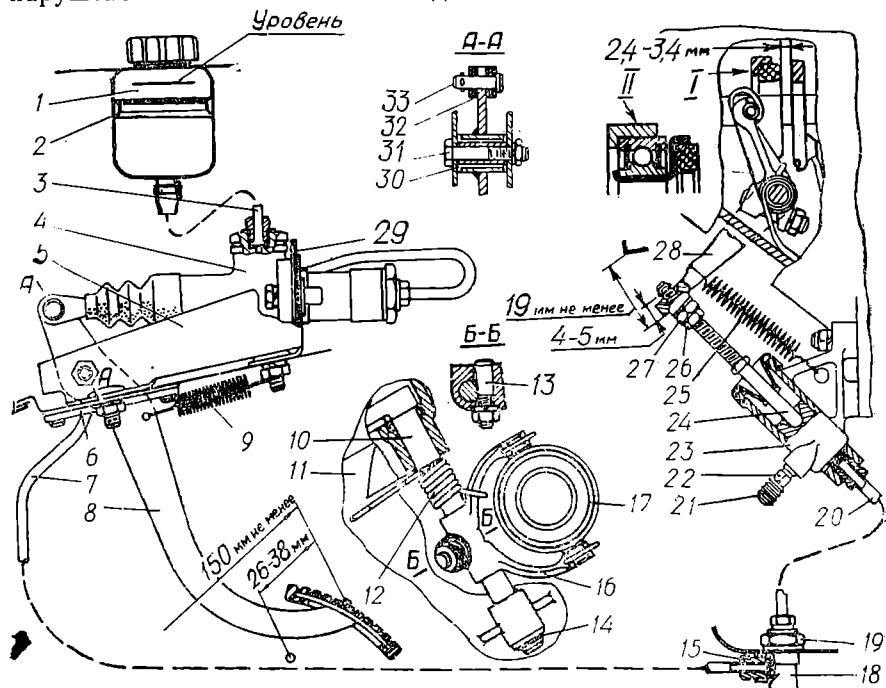

Рис. 45. Гидравлический привод выключения сцепления:
Выжимной подшипник может быть как комбинированный, шариковый (см. рис. 45, II), так и графитовый (I).
Привод выключения сцепления (рис. 45) — гидравлический и состоит из подвесной педали, главного цилиндра, питательного бачка, соединительных трубок и рабочего цилиндра с толкающим штоком, действующим на рычаг оси вилки выключения сцепления.
Для регулировки свободного хода педали следует снять оттяжную пружину 25 (см. рис. 45) рабочего цилиндра 23, поворачивать рычаг 28 до тех пор, пока подпятник не упрется в пяту отжимных рычагов. Если ход рычагов менее 4—5 мм, следует, придерживая ключом шток 24, отпустить контргайку 26 и, наворачивая регулировочную гайку 27 на шток и проверяя ход рычага, отрегулировать его свободный ход в пределах 4—5 мм.